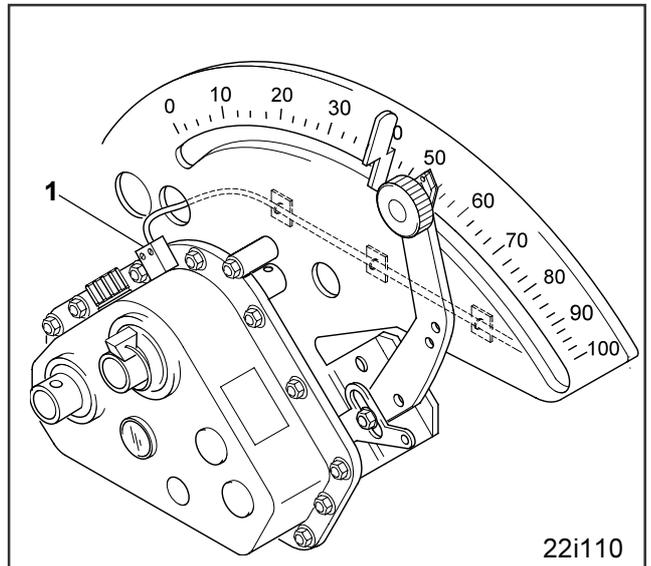

Fig. 26.6
- ohne Spuranreißer, sobald der Wegstreckensensor (Fig. 26.6/1) keine Impulse mehr liefert, z. B. beim Anheben der Maschine am Vorgewende aber auch beim Anhalten auf dem Feld.